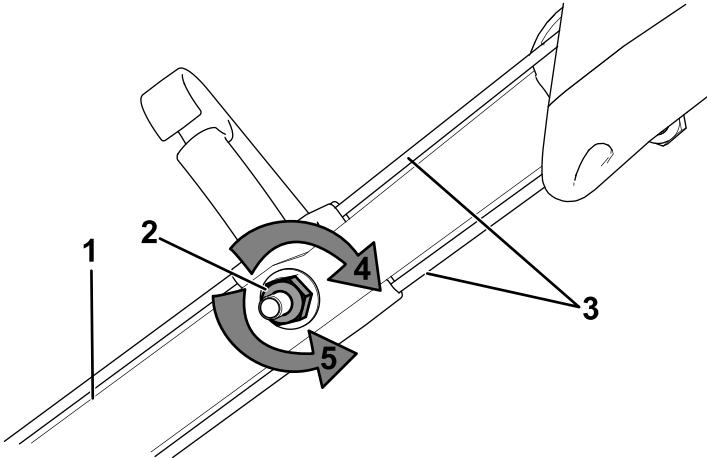

図 29
1. 調整ナットを左に回してケーブルの調整をゆるめる図 29。
2. ケーブル図 29を押し引きして適当な位置に調整できたら、その位置に保持する。